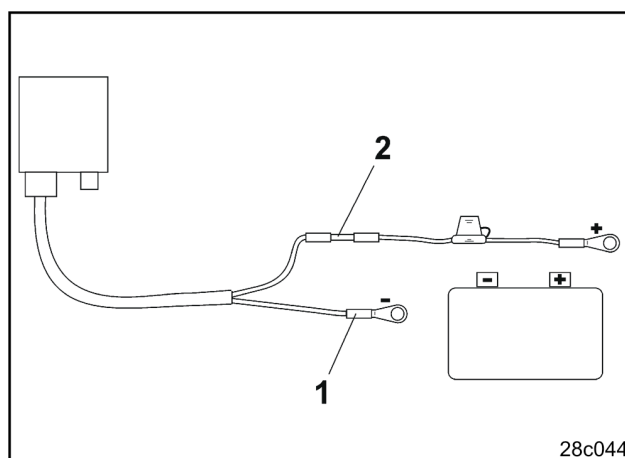

Fig. 6
- Den blå kabeln (jord) ansluts till ringstycket (Fig. 6/1).
- Den bruna kabeln (+12 Volt) skjuts in i hylsan (Fig. 6/2).
- Värm upp hylsan (Fig. 6/2) med värmepistol eller liknande tills limmet kommer ut.